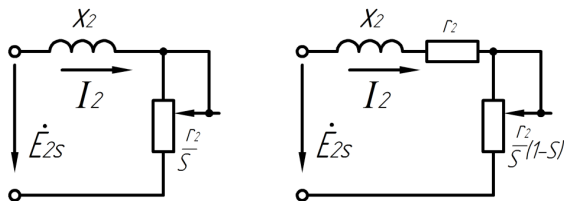

Рис. 7.1
1. Нарисуйте электрическую схему замещения ротора. На рис. 7.1 изображены две контурные электрические схемы. Покажите, что зависимость тока I_2 от параметров, элементов на схемах аналогична зависимости тока I_2 для реального вращающегося ротора. Объясните, как получить схемы, представленные на рис. 7.1, по известной схеме замещения вращающегося ротора.
2. Определите потребляемую электрическую мощность для схемы вращающегося ротора и схем, изображенных на рис. 7.1. Объясните, почему электрические мощности неравны.